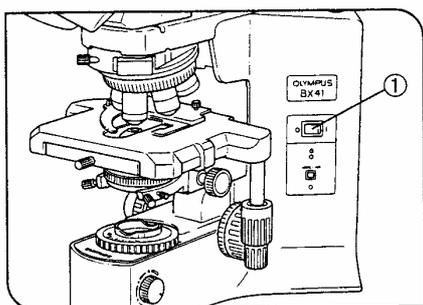

图 1
- 4) 更换灯泡时，要把主开关①拨到“O”（关）的位置，然后从墙上插座拔出电源线，以免触电或着火。如果显微镜使用中或刚刚使用后，要等到灯座②和灯泡冷却后才能更换灯泡。（图 1）